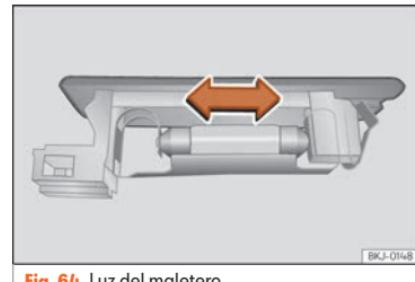

Fig. 64 Luz del maletero.
- Presione la lámpara lateralmente y extráigala del alojamiento »» fig. 64.